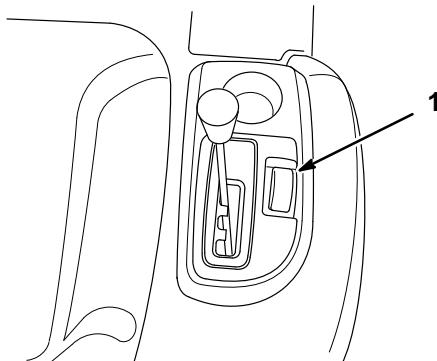

Figure 21
La commande de vitesse de croisière est un interrupteur (Fig. 21) sur le garde-boue de droite, qui maintient la traction à un niveau déterminé sans qu'on doive actionner la pédale. Cette commande ne fonctionne que pour la marche avant.
1. Commencer à conduire le tracteur en marche avant, voir Marche avant ou arrière, page 18. Sans modifier la pression du pied sur la pédale de commande de traction, enfoncer l'interrupteur de vitesse de croisière (Fig. 21) en position engagée. Ceci verrouille la pédale de commande de traction en position et permet de retirer le pied de la pédale sans que la position de celle-ci varie.